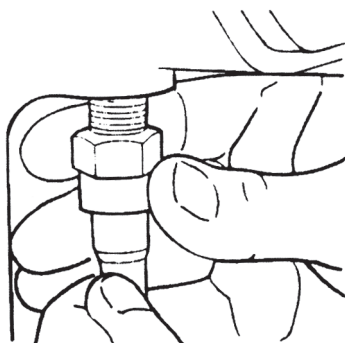

Figura 114
3. Retire el interruptor del sensor del mecanismo de bloqueo, cuando usado, y su tuerca de bloqueo de la caja del diferencial. Figura 114